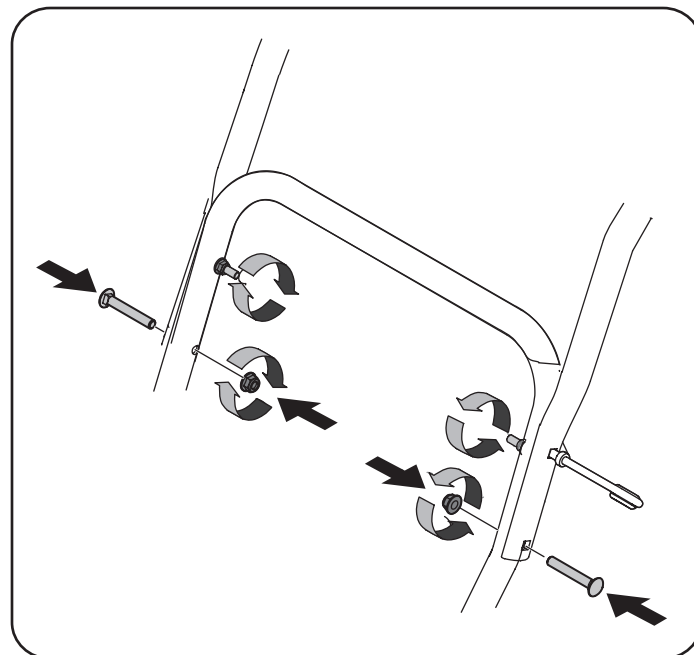

Figura 2
- d. Coloque los dos tornillos del carro y las tuercas de retirados en el paso a. Terminar de asegurar el mango apretando las dos primeras tuercas de fijación aflojados en el Paso a. Retire y descarte todos las bandas de plástico, si las hubiera. Vea la Figura 2. Únicamente se utilizan para el empaque.